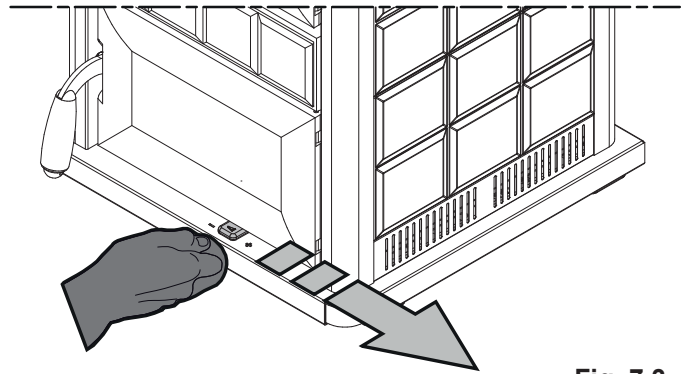

Fig. 7.3
- abrir el ajuste del aire primario lo más posible moviendo la palanca (A) completamente hacia la derecha (Fig.7.3);